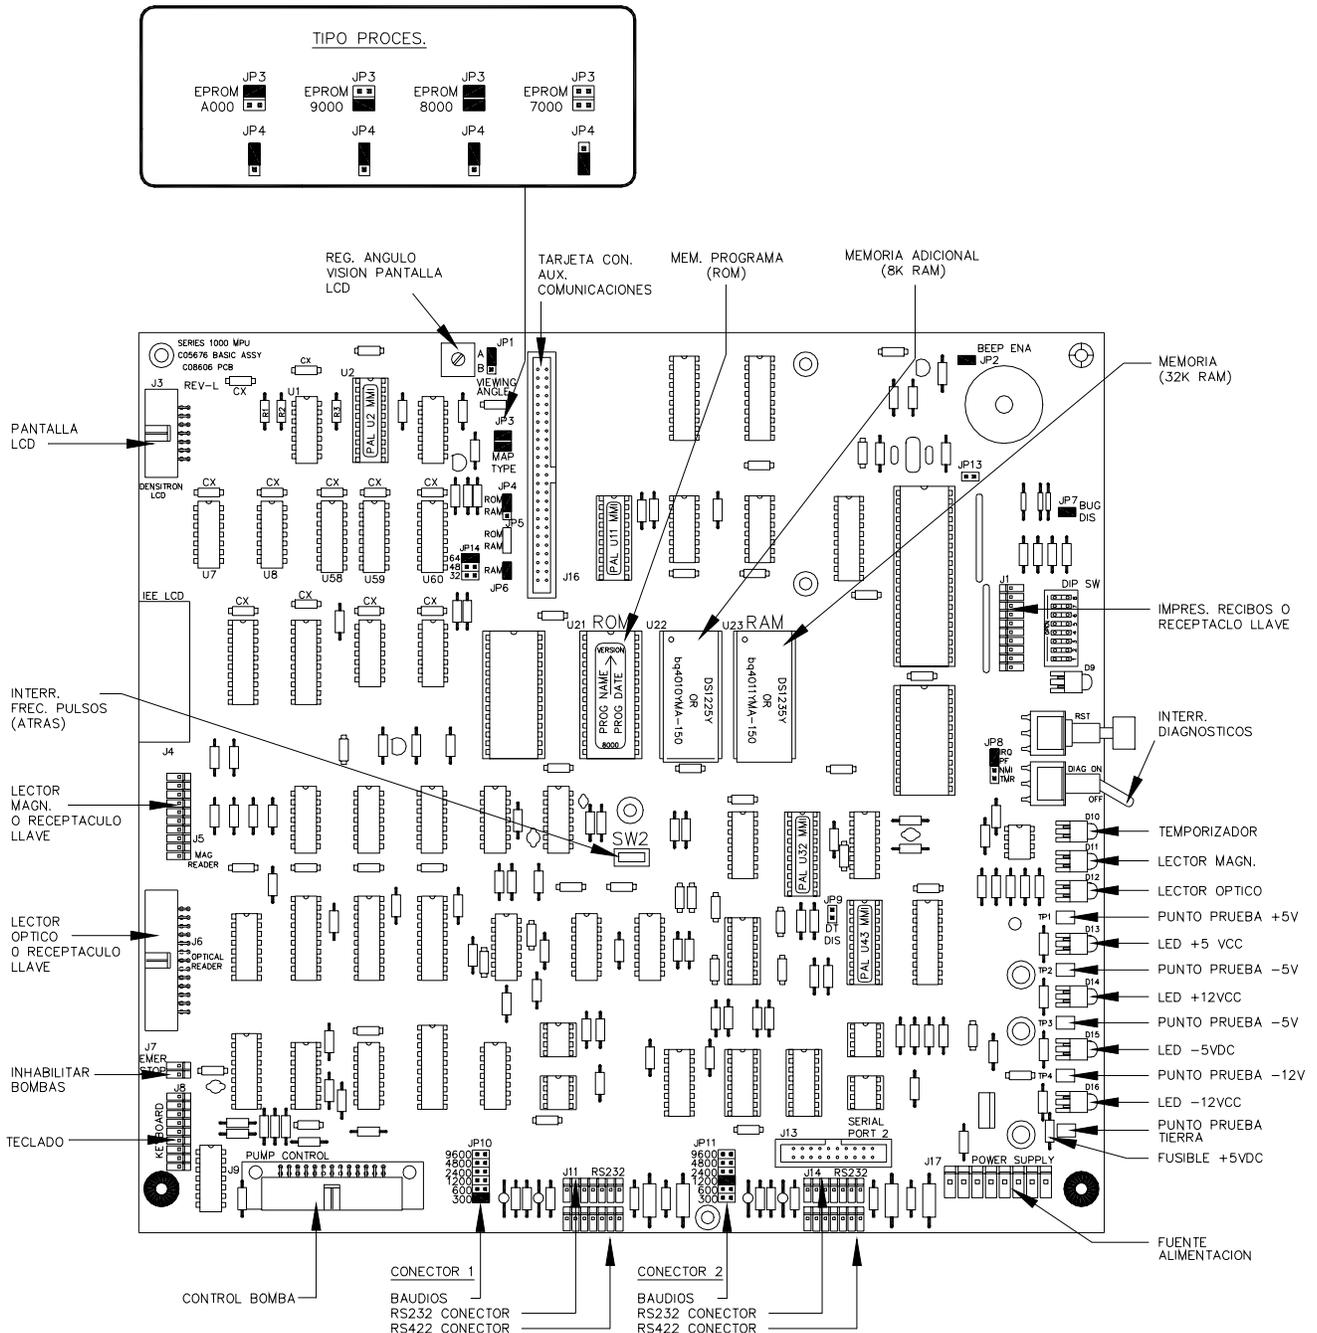
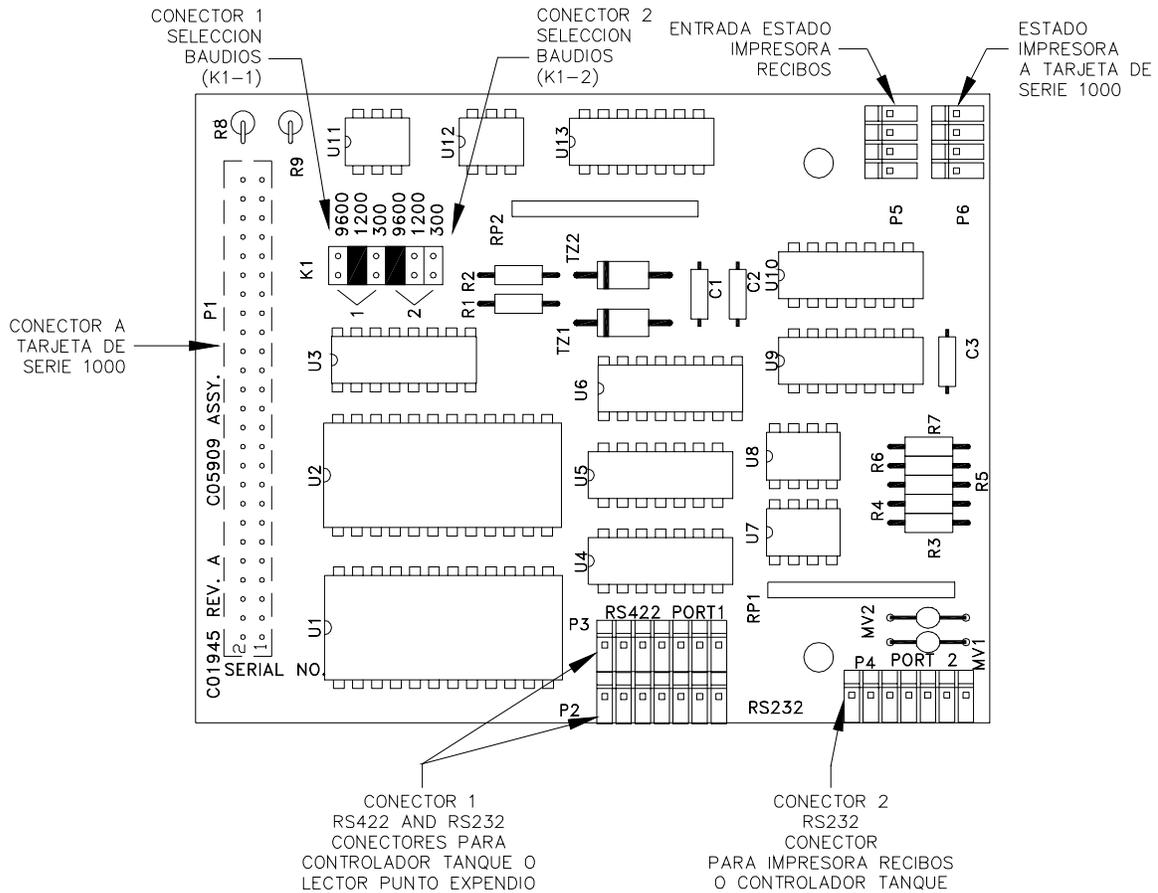

Figura 5-2. Configuración del microprocesador del Serie 1000
Figura 5-4. Tarjeta de conector auxiliar de comunicaciones
8. Localizar la tarjeta de circuito impreso con microprocesador montada sobre el lado derecho de la unidad (véase Figura 5-2 para los pasos 9-12).
Nombre/fecha del programa: El nombre y la fecha del programa se pueden encontrar en la memoria ROM del sistema. Esta memoria es un circuito integrado ubicado aproximadamente en el centro de la tarjeta con microprocesador (véase Figura 5-2). El nombre del programa está formado por una letra, seguida por seis números, por ejemplo: A123456.
13. Si se utiliza la opción de Punto de Expendio, un sistema de control de tanque, o una impresora de recibos, verificar que los conectores y puentes del conector auxiliar de comunicaciones estén en la posición correcta. En la Figura 5-4 se muestra la tarjeta de circuito integrado con conector auxiliar de comunicaciones. Con la opción de Punto de Expendio, el Conector 1 es siempre para esta opción; el controlador de tanque o la impresora de recibos se asigna al Conector 2. Sin la opción de Punto de Expendio, el cable correspondiente al controlador de tanque se conecta al Conector 1, y puede ser de tipo RS-232 o RS-422; la impresora de recibos se conecta siempre al Conector 2.
Es necesaria una tarjeta adicional cuando el sistema viene equipado con una impresora de recibos, un sistema de control de tanque, o un Lector de Punto de Expendio. La tarjeta de conector auxiliar de comunicaciones (Figura 5-4) se agrega a la tarjeta del procesador principal del sistema Serie 1000, con un conector de expansión (mostrado en la Figura 5-2).